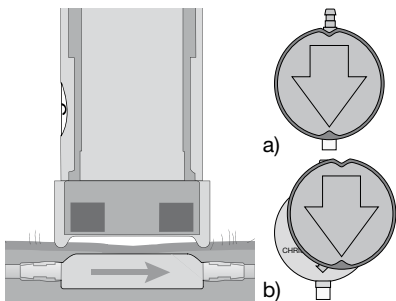

Abb. 15: Messen der Druckstufe
2. Das proGAV PRÜFINSTRUMENT wird zentriert auf das Ventil aufgesetzt. Dabei muss die Markierung auf dem proGAV PRÜFINSTRUMENT in Richtung proximalem (zum Ventrikel führenden) Katheter zeigen. Der Entriegelungsknopf des Messinstrumentes wird gedrückt und anschließend die eingestellte Druckstufe abgelesen (Abb. 15).